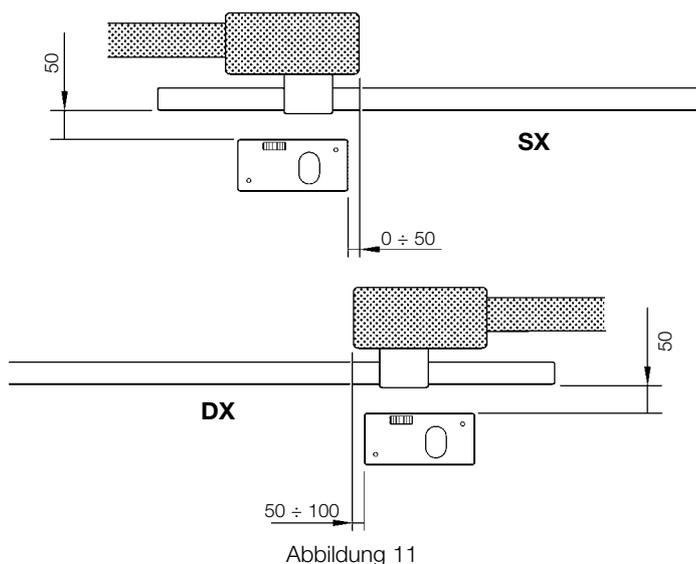
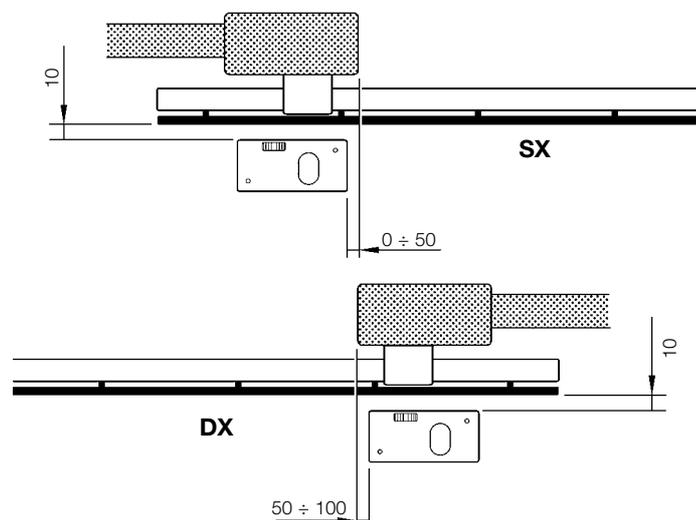

Abbildung 11
Abbildung 12
• Gleich ob der Toröffner links oder rechts montiert wird, müssen die Maße in Abbildung 11 (Tor ohne Zahnstange) und in Abbildung 12 (Tor mit bereits installierter Zahnstange) eingehalten werden.
1 Das Fundament ausgraben, dabei die Angaben in Abschnitt "Vorprüfungen" und insbesondere die Maße in Abbildung 11 auf Seite 7 einhalten.
4 Die Fundamentplatte so positionieren, dass die Seite mit den Furchen (sie geben die Position des Ritzels an) zum Tor hin gerichtet ist, dabei die Maße in Abbildung 11 einhalten.
1 Das Fundament ausgraben, dabei die Angaben in Abschnitt "Vorprüfungen" und insbesondere die Maße in Abbildung 12 auf Seite 7 einhalten. Besonders darauf achten, dass die Fundamentplatte 77mm von der Zahnstange entfernt sein muss – siehe Abbildung 15.
4 Die Fundamentplatte so positionieren, dass die Seite mit den Furchen (sie geben die Position des Ritzels an) zum Tor hin gerichtet ist, dabei die Maße in Abbildung 12 einhalten.